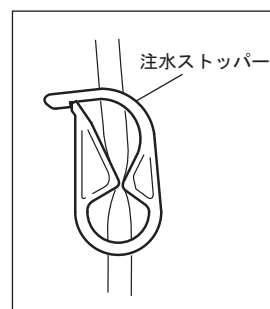

図 9
- 1) 注水チューブ針と注水ポンプの間にある注水ストッパーを閉めます。（図 9）